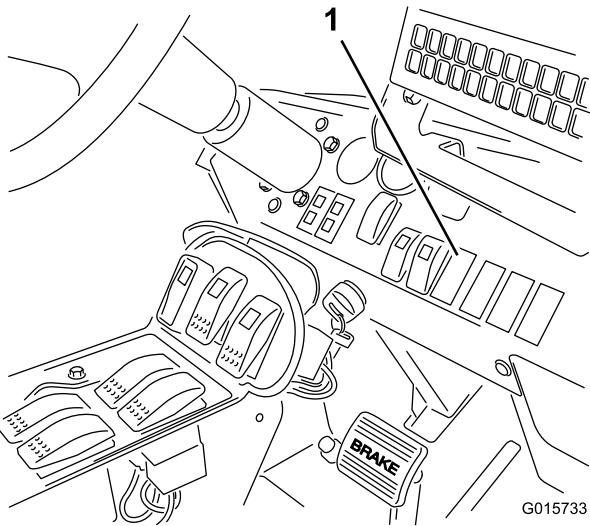

Рисунок 21
- Снимите штепсель с выключателем на приборной панели в месте, показанном на Рисунок 21.